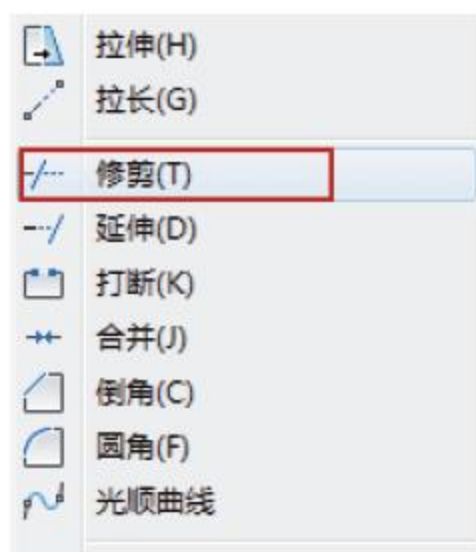

图4-80 选择命令
- 菜单栏：选择菜单【修改】|【修剪】命令，如图4-80所示。